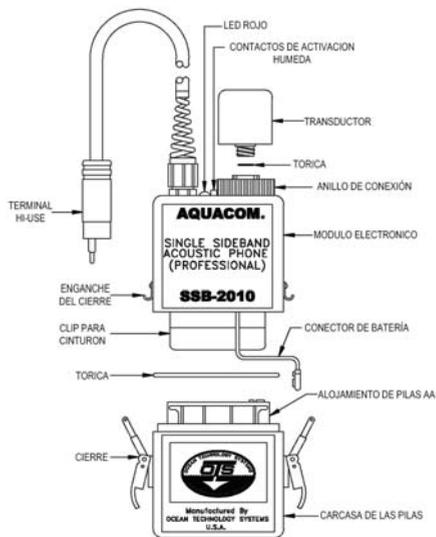

Figura 2
La carcasa se divide en dos partes principales: la superior que contiene todo el modulo electrónico y la parte inferior sirve como hábitáculo para las baterías (figura 2). Una junta torica entre ambas secciones sirve para mantener la completa estanquidad de la carcasa. Los cierres laterales del acero inoxidable mantienen una presión constante sobre la junta torica y previenen la entrada de agua, dentro de las profundidades especificadas. (Nota: Las cubiertas superior e inferior son un sistema único que no deben intercambiarse con otras unidades).
**2.10.1 Transductor:** El transductor es la antena para el transmisor-receptor. Es desmontable mediante un conector montado sobre la carcasa. Una tuerca grande (anillo) proporciona el medio para quitar y reinstalar fácilmente el transductor (figura 2). Cuando se use el paquete de baterías RJB-11 (NiMH) (opcional con el SSB-2010), el conector del transductor también se utiliza para cargar el pack de la batería de NiMH (véase la sección de instalación y carga de la batería). Esta característica facilita cargar el pack de la baterías de NiMH sin tener que abrir el transmisor-receptor.
**PASO 5:** Localizar los dos tornillos (*contactos de húmedos*) de activación en el agua que están en el módulo superior entre la "tuerca" del transductor y el LED rojo (figura 2). Humedezca sus dedos y colóquelos en ambos tornillos (haciendo contacto entre ellos, durante 10 segundos) para activar la unidad. La unidad permanecerá encendida aproximadamente 2 minutos fuera del agua. El LED rojo se iluminará mientras que la unidad este encendida.
**3.4.1 Instalación del CDK-6:** La instalación es simple. Quitar el transductor de la unidad de COMUNICACIÓN girando el anillo (Figura 2) hacia la izquierda lentamente. Inserte el terminal hembra del cable CDK-6 en el transductor suavemente hasta que se alinien los pins, entonces rosque el anillo del conector Amp del cable en el transductor hasta que note el apriete de la junta torica de este y después apriete una vuelta más hasta que asiente completamente.